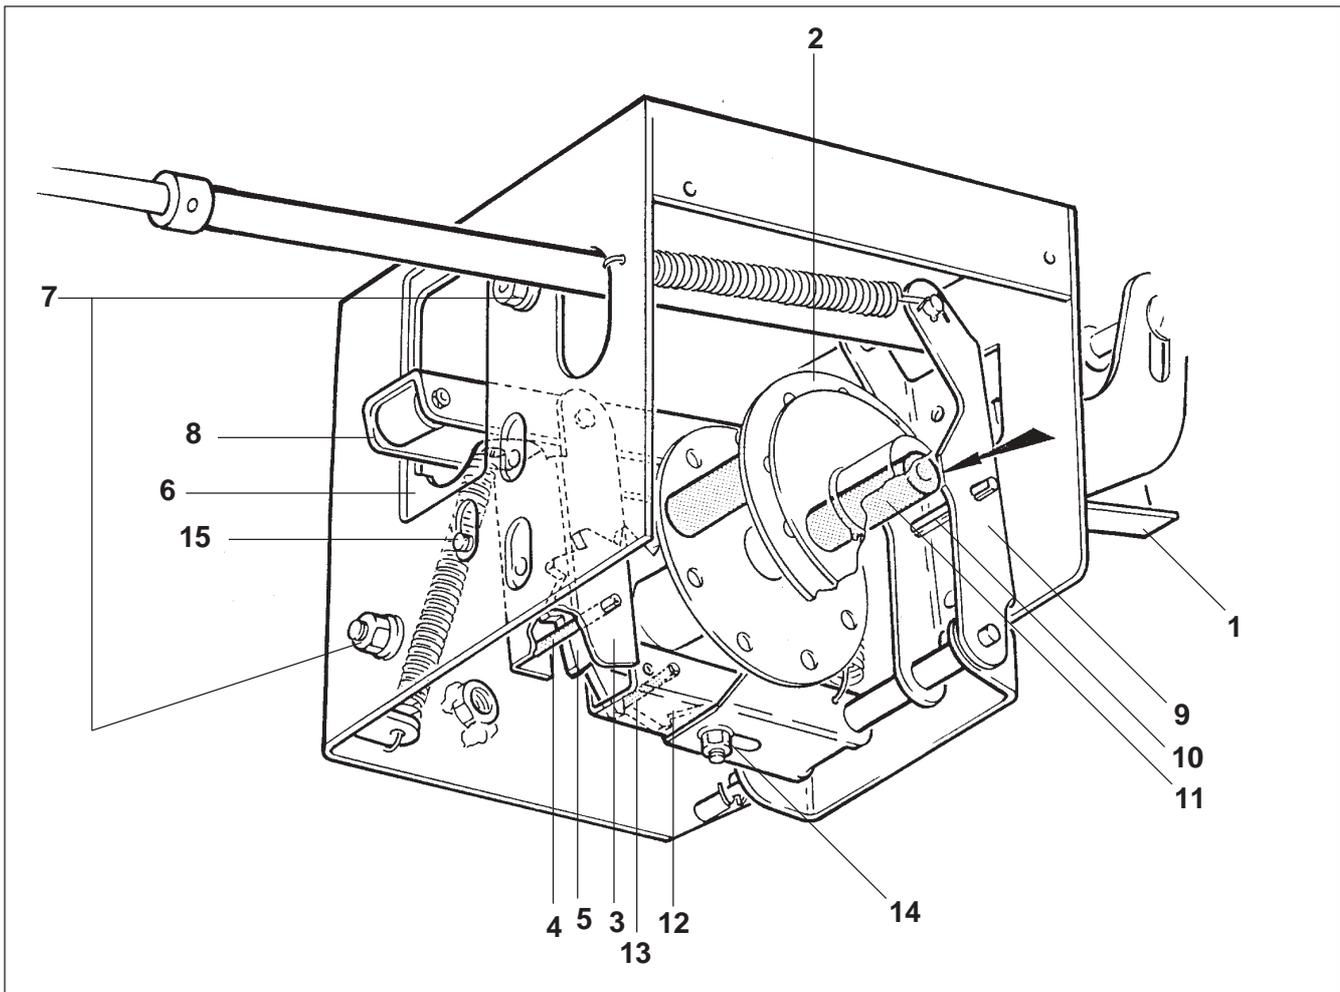

Fig. 26.57
Beim Herunterdrücken des Hebels (Fig. 26.57/1) wird das Teilungsrad (Fig. 26.57/2) von der Zugklinke (Fig. 26.57/3) verdreht. Die Spannhülse (Fig. 26.57/4) verdreht das Zahnrad (Fig. 26.57/5). Die Anschlagplatte (Fig. 26.57/6) begrenzt die Bewegung der Zugklinke (Fig. 26.57/3) und damit den Verdrehwinkel des Teilungsrades.
- Anschlagplatte (Fig. 26.57/6) so einstellen, daß das Teilungsrad beim Betätigen des Hebels um eine Zahnteilung verdreht wird. Dazu sind die zwei Skt. Muttern (Fig. 26.57/7) zu lösen und die Anschlagplatte entsprechend nach oben oder unten zu verschieben. Anschlagplatte seitlich so einstellen, daß der Hebel (Fig. 26.57/8) mittig im Fenster der Anschlagplatte angeordnet ist. Skt.-Muttern (Fig. 26.57/7) nach erfolgter Einstellung fest anziehen.
Der Kipphebel (Fig. 26.57/9) liegt mit der Spannhülse (Fig. 26.57/10) am Teilungsrad (Fig. 26.57/2) an.
- Hebel (Fig. 26.57/1) so oft nach unten drücken, bis eine Schaltrolle (Fig. 26.57/11) die Spannhülse (Fig. 26.57/10) vom Teilungsrad (Fig. 26.57/2) wegdrückt.
Das Teilungsrad ist richtig eingestellt, wenn alle Schaltrollen (Fig. 26.57/11) 2 bis 3 mm vor der höchsten Erhebung (siehe Pfeil in Fig. 26.57) des Kipphebels (Fig. 26.57/9) zur Anlage kommen. Einstellung wie folgt an der Rückhalteklinke (Fig. 26.57/12) vornehmen:
- Arretiert wird das Teilungsrad nach Betätigen des Hebels (Fig. 26.57/1) von der Spannhülse (Fig. 26.57/13) der Rückhalteklinke. Die Einstellung erfolgt durch Verschieben der Rückhalteklinke (Fig. 26.57/12). Die zuvor gelöste Innensechskant-Schraube M 6x12 (Fig. 26.57/14) nach jeder Einstellung festziehen.
Hebel (Fig. 26.57/1) so oft nach unten drücken, bis sich das Teilungsrad mindestens viermal gedreht hat. Dabei ist zu prüfen, ob die Schaltrollen (Fig. 26.57/11) bei jedem Schaltvorgang 2 bis 3 mm vor der höchsten Erhebung (siehe Pfeil in Fig. 26.57) des Kipphebels zur Anlage kommen und ob das Teilungsrad einwandfrei weitergedreht wird.
Die Zugklinke (Fig. 26.57/3) muß bei jedem Schaltvorgang freigängig arbeiten, darf aber nicht überspringen. Anschlagsschraube (Fig. 26.57/15) entsprechend einstellen.